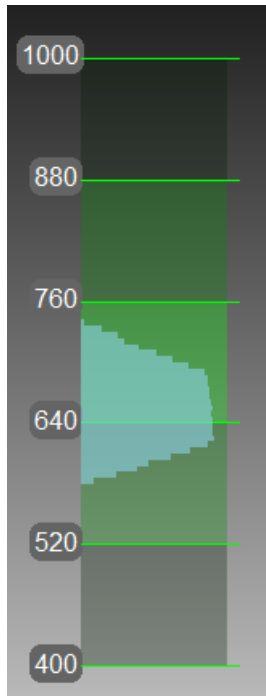

Рис. 5.3: Дальномер в окне 3D вида, изображающий поверхности, лежащие в пределах оптимального диапазона Artec EVA
- Старайтесь располагать сканер как можно ближе к центру дальномера¹ или немного ниже его (ближе к объекту) (Рис. 5.3)
¹ С технической точки зрения, центр дальномера — центр глубины видимости. 3D-сканер имеет ближнюю и дальнюю плоскости отсечения (Рис. 3.2), которые определяют оптимальное расстояние между устройством и сканируемым объектом. Для наглядной визуализации расстояния до сканируемого объекта в приложении Artec Studio реализован инструмент *Дальномер*, который представляет собой набор прозрачных гистограмм, расположенных слева в окне *3D вида* (Рис. 5.3). Каждая гистограмма отображает распределение точек получаемых поверхностей по расстоянию до сканера. Цвет гистограммы соответствует набору поверхностей, для которого она получена: по умолчанию серый цвет используется для зарегистрированных ключевых кадров, светло-зеленый — для нескольких последних кадров зарегистрированной последовательности, темно-зеленый — для успешно зарегистрированного последнего кадра, а красный обозначает сбой регистрации.